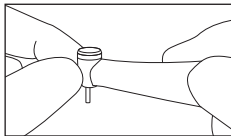

Fig. 5
- 5) Après qu'elle ait complètement cessé de tourner, touchez la tête de la pièce à main pour confirmer qu'elle ne chauffe PAS anormalement (Fig. 5).